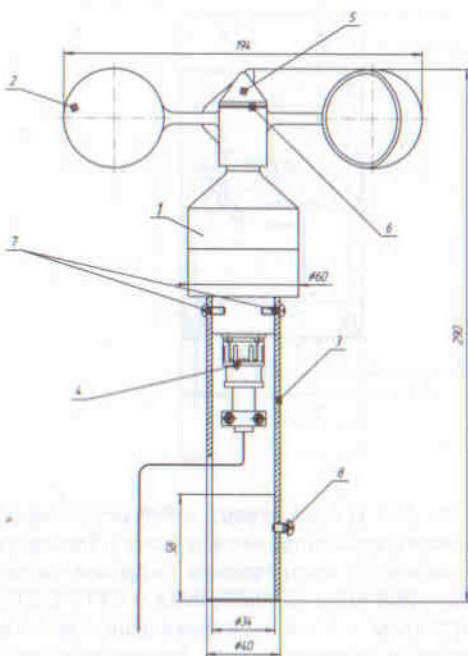
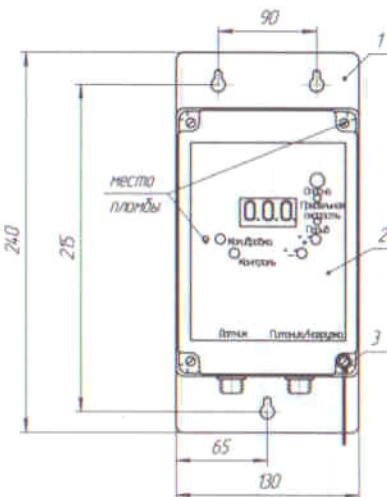

Рис.1
Рис. 2
2.18. Установочные и присоединительные размеры приведены на рис. 1 и рис. 2.
4.1. Анемометр (см. рис. 1, 2) состоит из датчика скорости ветра, блока контроля, кабеля (соединительного, питания и нагрузки).
4.1.1 Датчик скорости ветра (Рис. 1) состоит из преобразователя 1, в нижней части которого находится разъем для подключения соединительного кабеля датчика 4. На ось преобразователя устанавливается крыльчатка 2 и через уплотнительную шайбу 6 фиксируется гайкой 5. Собранные таким образом детали датчика помещаются в специальную трубу 3 и зажимаются винтами 7. Для крепления датчика на объекте используется стопорный винт 8.
4.1.2 Блок контроля (Рис.2) представляет собой металлическую коробку (1) в которой расположена микроконтроллерная плата с блоком питания. На передней панели (2) расположены трехразрядное цифровое табло, световые индикаторы: «ОПАСНО», «ПОРЫВ», «ПРЕДЕЛЬНАЯ СКОРОСТЬ»; кнопки «КОНТРОЛЬ», «КАЛИБРОВКА», «+», «-», а также провод защитного заземления (3) (только для прибора с питанием от сети переменного тока).
После заводской регулировки прибор опечатан. Места установки пломб указаны на рис. 2. Пломба 1 – ремонтная, запрещает несанкционированный допуск внутри блока. Пломба 2 – поверочная, запрещает несанкционированный вызов служебных программ.
4.2.1 Под воздействием ветрового потока (ветра) крыльчатка чашечного типа (2 рис.1) вращается с частотой пропорциональной скорости ветра. Преобразователь (1 рис.1) формирует электрический импульс на каждый оборот крыльчатки. Сформированные импульсы поступают по кабелю (4 рис.1) в блок контроля (рис.2).
Провод защитного заземления прибора (3 рис.2) соединить с шиной защитного заземления грузоподъемного механизма.
6.1.2. Произвести сборку датчика скорости ветра, для чего к разъему - 2 датчика - 1 (Рис. 1) подсоединить соединительный кабель, предварительно пропустив его через трубу - 6, и закрепить корпус преобразователя к трубе двумя винтами - 7; затем установить на ось преобразователя - 1 крыльчатку - 3 и закрепить ее специальной конической гайкой - 4, предварительно установив уплотнительную шайбу - 5..
Нажать кнопку «КОНТРОЛЬ» (рис.2):
Нажать кнопку «КОНТРОЛЬ» (рис.2). На табло высветиться значение уставки, включится прерывистый звуковой сигнал. Отжать кнопку «КОНТРОЛЬ». Ситуация «ОБР» сбрасывается, на цифровом табло высветится «0.0», индикаторы «ПРЕДЕЛЬНАЯ СКОРОСТЬ» и «ПОРЫВ» погаснут.